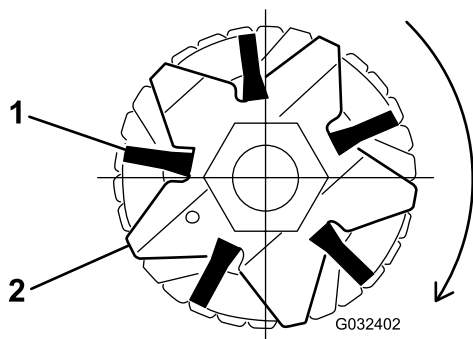

Figure 20
4. Veillez à bien engager les brosses dans les fentes des lames du groomer (Figure 18 et Figure 20).
5. Insérez les attaches dans les fentes des brosses, comme montré à la Figure 18, et serrez-les légèrement autour de l'arbre de cylindre et des brosses Figure 20.